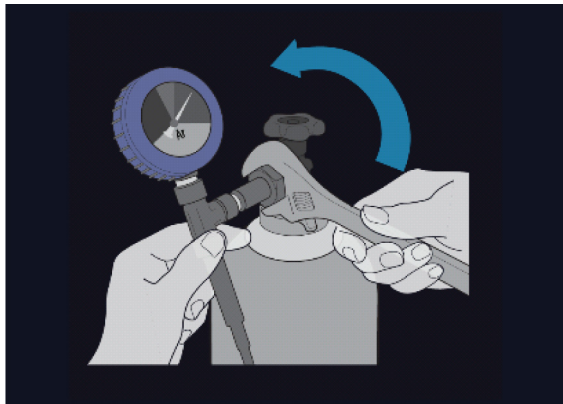

Abbildung 11. Einrichten des Gaszylinders
- Schließen Sie die Hochdruck-Gaszufuhrleitung für das Argon an den Argonzylinder an und sichern Sie den Zylinderanschluss mit dem Manometeradapter (siehe Abbildung 11).